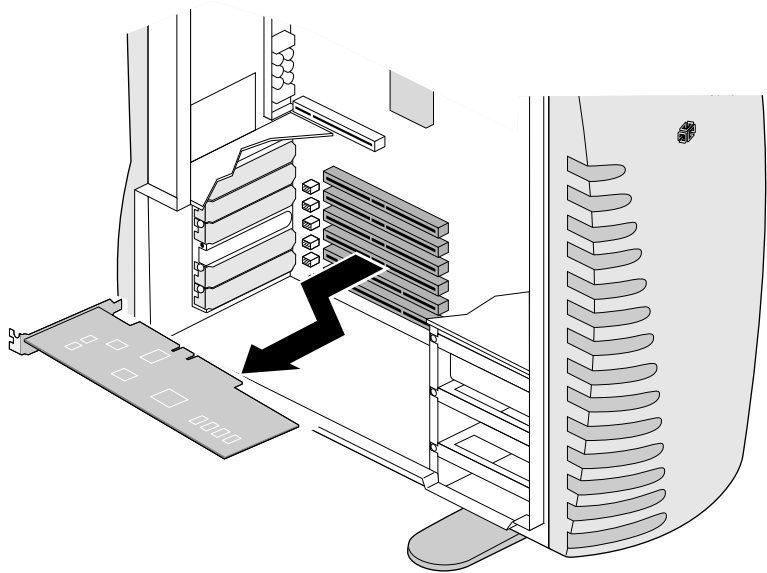

Abbildung 5-6 Deinstallieren der PCI-Karte
6. Ziehen Sie die PCI-Karte in Ihre Richtung, bis sich der Anschluß der PCI-Karte löst und die Karte aus dem Gehäuse genommen werden kann. Siehe Abbildung 5-6.